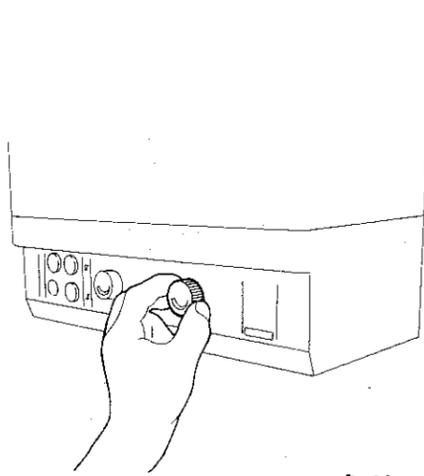

fig 12
- togliere le manopole del pannello comandi, tirandole (fig. 12),